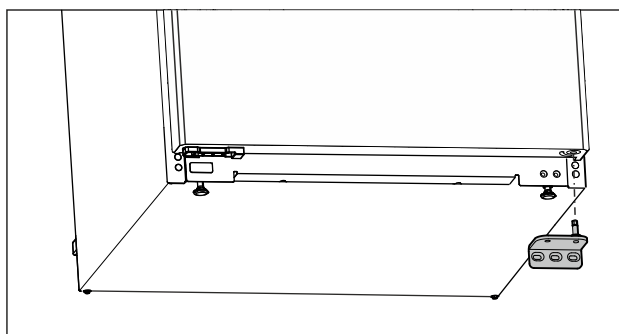

Fig. 8
- ▶ Sejměte stojan ložiska směrem dolů. (viz Fig. 8)